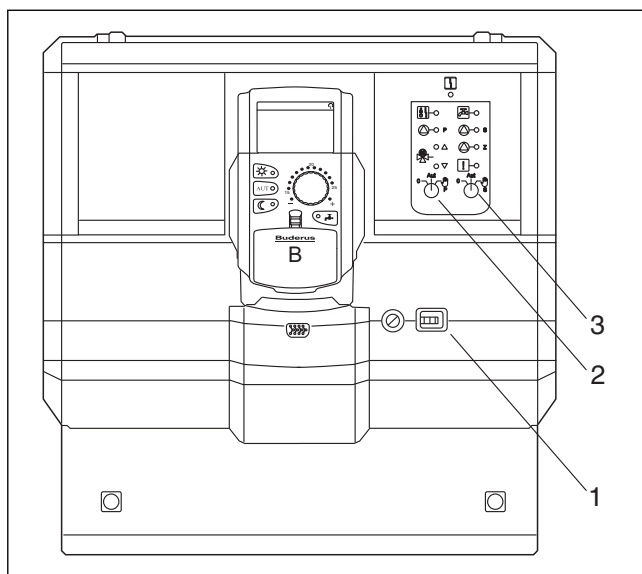

Bild 26 Logamatic 4126
- ▶ Regelgerät am Betriebsschalter (→ Bild 26, [1]) einschalten.
- ▶ Primärkreis (→ Bild 26, [2]) am Wahlschalter  auf Hand  stellen.
- ▶ Sekundärkreis (→ Bild 26, [3]) am Wahlschalter  auf Hand  stellen.